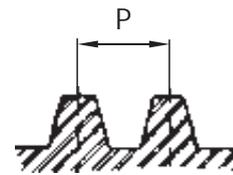

Fig. 9
Paso (P) es la distancia entre dos filetes medida paralelamente al eje en puntos correspondientes (Fig. 9)